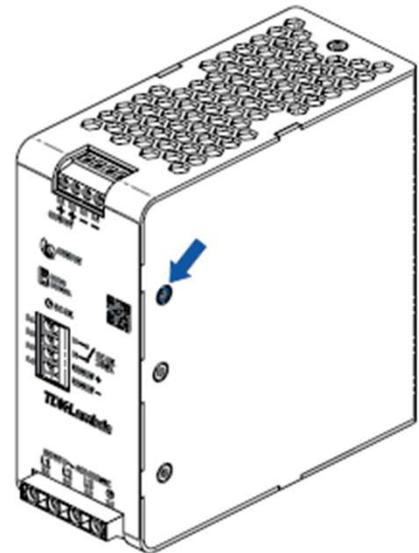

図.29: GDTの接続ねじの位置
- 1) トルクスX10(Torx X10)でネジを取り外します。(図.29参照)